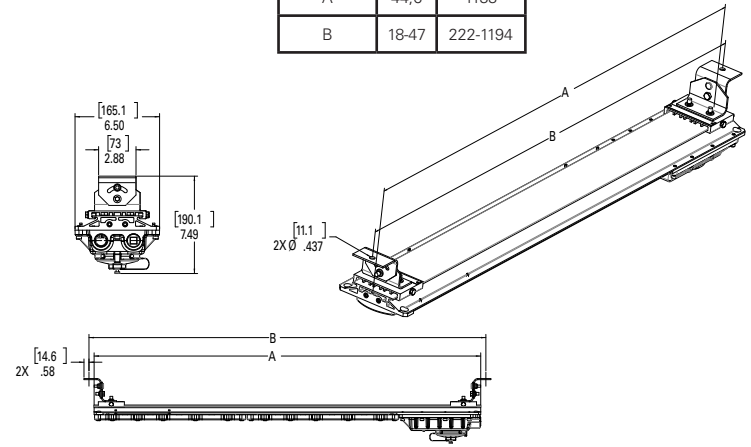

Figure 3. Montage pivotant du ZP1050MTK
2. Marquer et percer des trous pour fixer les supports pivotants. Utiliser deux (2) boulons de 3/8 po (non inclus) au centre pour centrer les mesures. Espacer les trous des supports pivotants au besoin. Il est nécessaire de les maintenir espacés d'au moins 457 mm (18 po) [voir la figure 3, et voir le tableau pour connaître toutes les possibilités de montage].
3. Le luminaire est maintenant prêt à être monté. Il est fortement recommandé de faire appel à deux (2) gens de métier qualifiés pour procéder au montage final du luminaire. Cette recommandation a pour but d'éviter toute blessure corporelle ou tout dommage au luminaire.